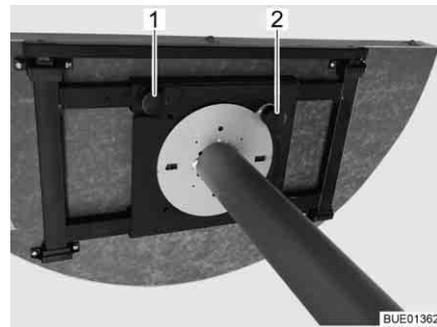

Bild 98 Fester Tisch (Ansicht von unten)
- Rändelschraube (Bild 98,1) lösen.
- Verstellknopf (Bild 98,2) anheben.